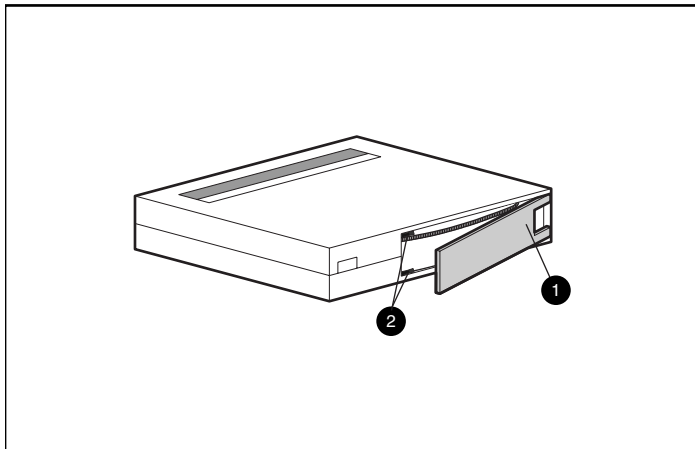

Abbildung 3-4. Überprüfen der Bandführung
- Hören Sie hingegen kein Klappern, überprüfen Sie die Bandführung ② in der Bandkassette. Öffnen Sie dazu die Klappe an der Rückseite der Bandkassette, indem Sie den Freigaberiegel ① betätigen. Die Bandführung sollte sich in der in Abbildung 3-4 gezeigten Position befinden.